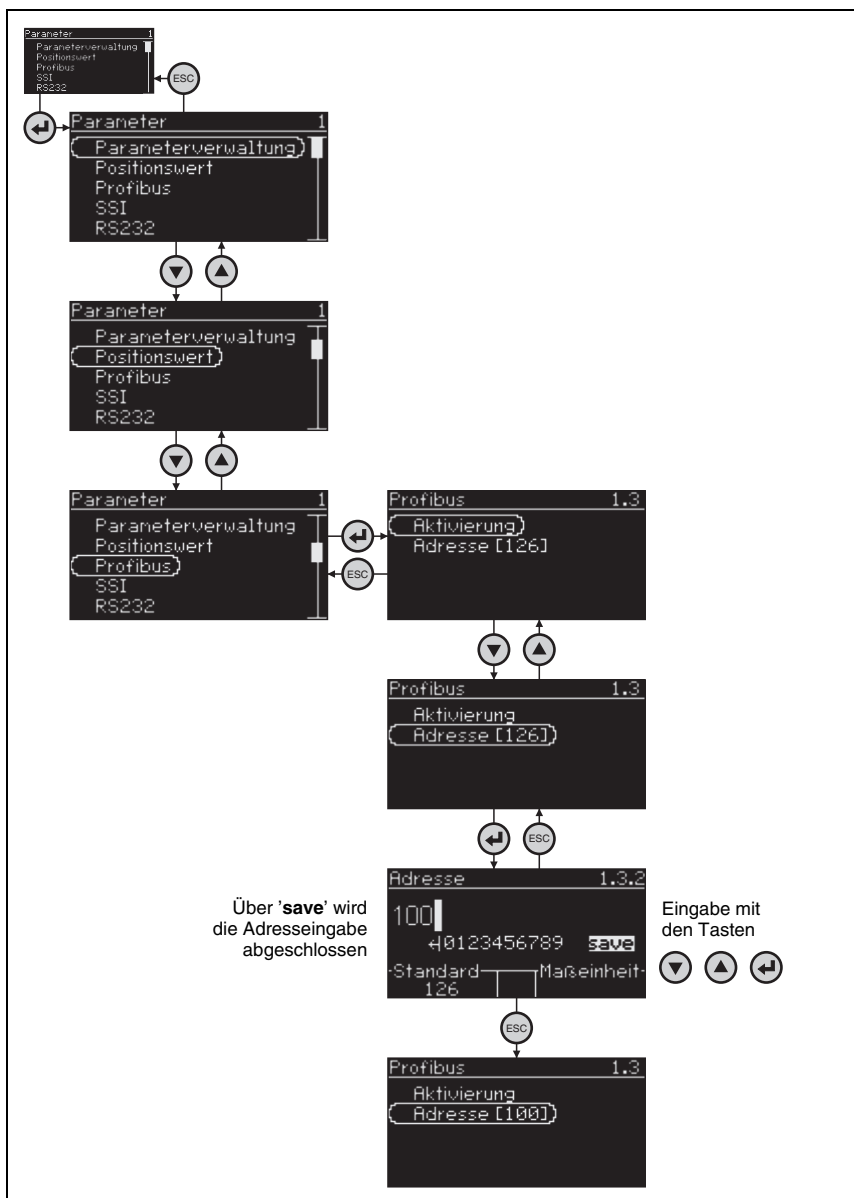

Bild 8.3: Einstellung der Profibusadresse
- Wählen Sie das Untermenü **Profibus** an (Bild 8.3).
- Wählen Sie den Menüpunkt **Adresse []** an (Bild 8.3).
- Geben Sie die Profibusadresse des Lasermesssystems zwischen 1 und 126 ein (Default: 126, Bild 8.3).